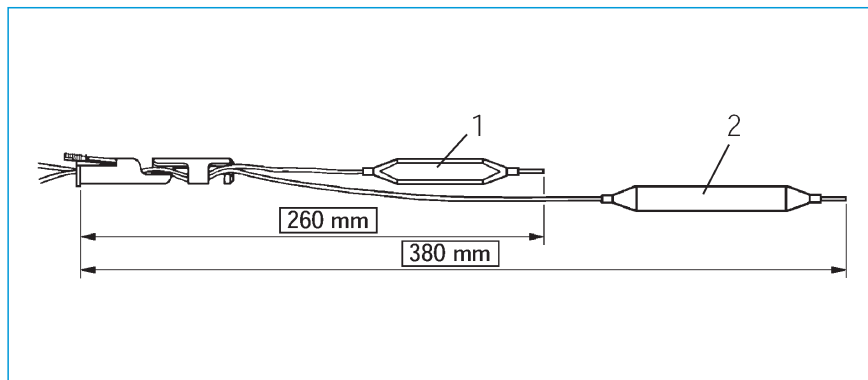

Fig. 16
- En el caso de recambio del conjunto termostato de regulación / limitador, las dimensiones indicadas (fig. 16) deben respetarse escrupulosamente.